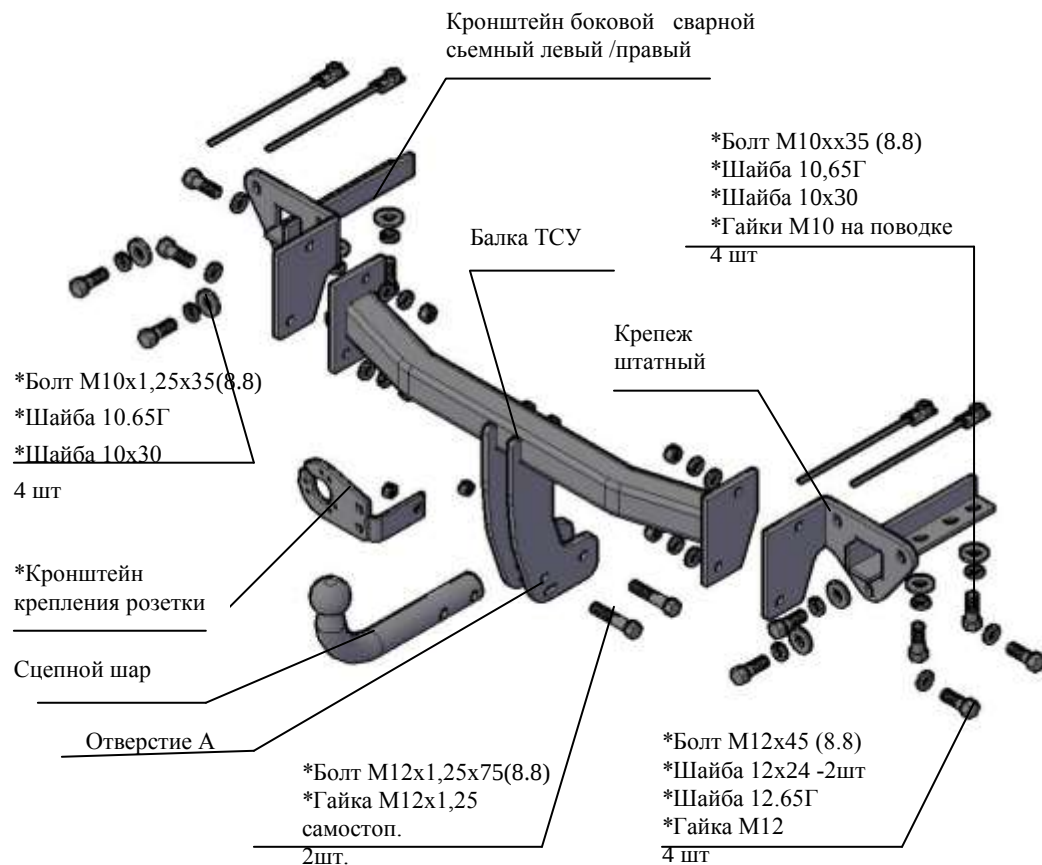

Рис.1 Тягово-сцепное устройство 8501 .
4.2 Установить боковые сварные съемные кронштейны в лонжероны а/м (правый и левый соответственно рис.1), закрепить болтами М10х35, подложив под головки болтов шайбы 10.65Г и шайбы 10х30, используя гайки М10 на поводках, а к фартуку а/м закрепить штатным крепежом (см.рис.1) и болтами М10х1,25х35, используя гайки штатные и подложив под головки болтов шайбы 10.65Г и шайбы 10х30. Крепеж не затягивать.
2.1 ТСУ 8501. в сборе (рис.1)	1 шт.
2.2 Пакет с комплектующими (см. рис.1)	1 шт.